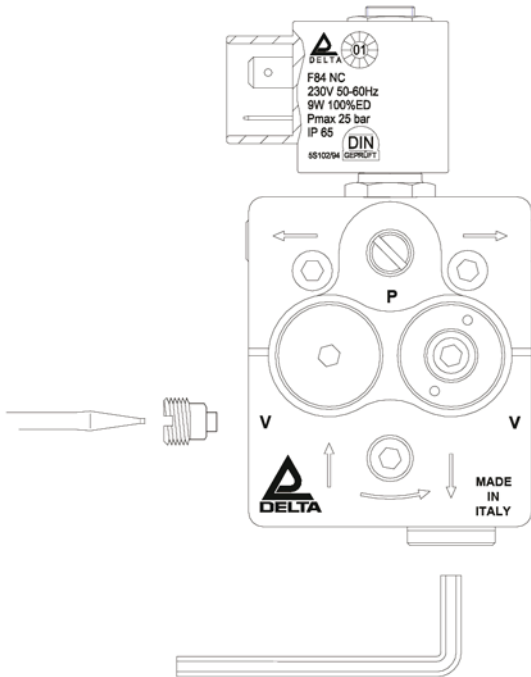

Fig. 1
1. Entfernen Sie den 1/4" Stopfen vom Rücklaufanschluß mit einem 6 mm Innensechskantschlüssel (Fig. 1).
4. Setzen Sie in den Rücklauf einen 1/4" Stopfen und ziehen Sie ihn fest (Fig. 1).